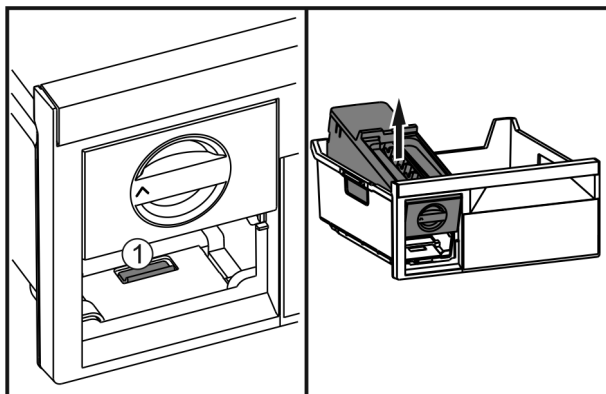

Fig. 54
- ▶ Stlačte západku Fig. 54 (1), EasyTwist-Ice zezadu zvedněte a vyjměte z mrazicí zásuvky.